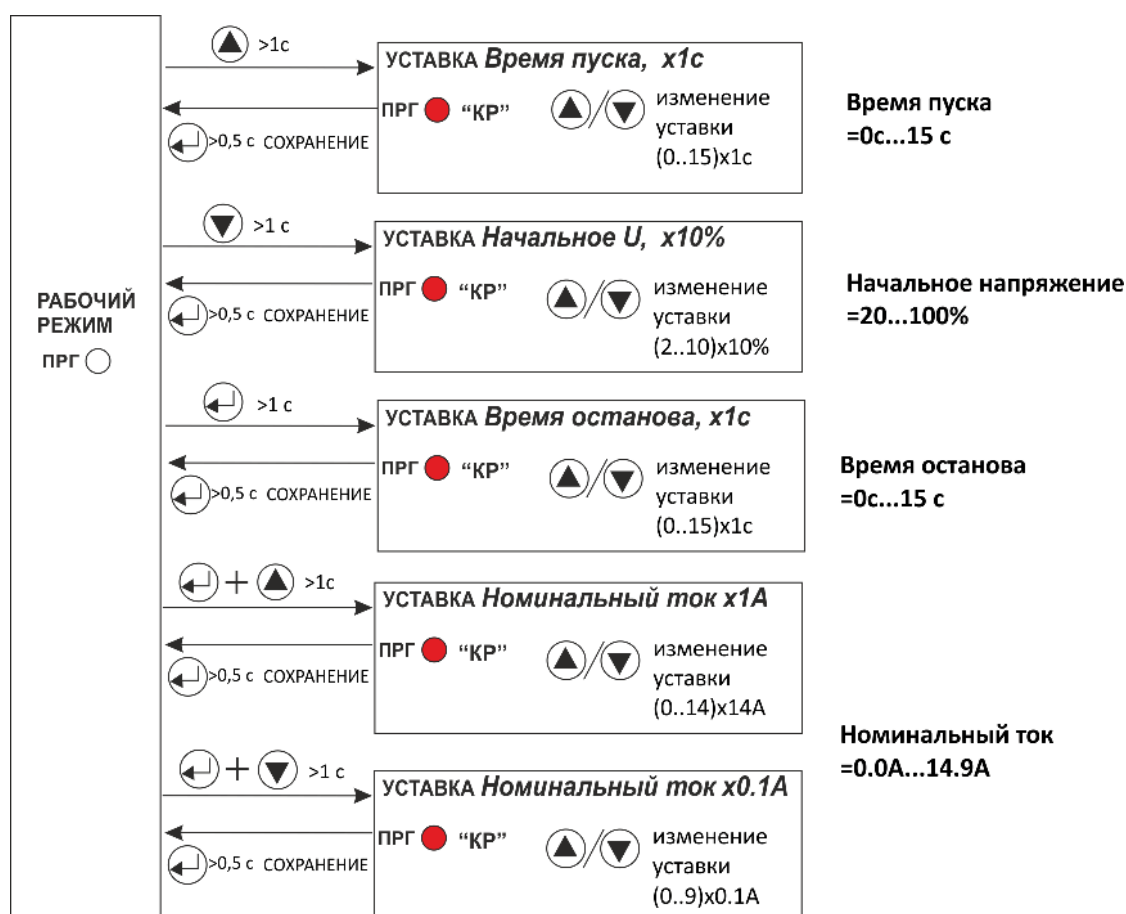

Рисунок 8 –Схема работы режима быстрой настройки
1.9.2 Схема работы режима быстрой настройки приведена на рис.8.